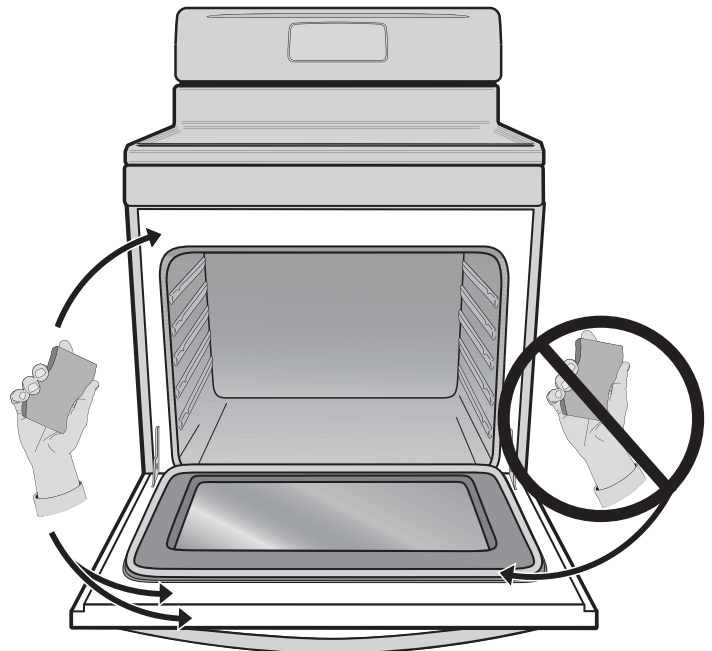

Figura 1
- **NO** limpie la junta de la puerta del horno (vea la figura 1). El tejido del material de la junta de la puerta del horno es esencial para un buen aislamiento. Se debe tener mucho cuidado de no frotar, dañar ni extraer la junta de la puerta.
- Limpie toda la suciedad pegada al marco del horno, al revestimiento de la puerta fuera de la junta de la puerta del horno y al área pequeña en la parte delantera central de la parte inferior del horno. Estas áreas se calientan lo suficiente como para quemar la suciedad acumulada sobre la superficie. Limpie con jabón y agua. Estas áreas se muestran en blanco (vea la figura 1).